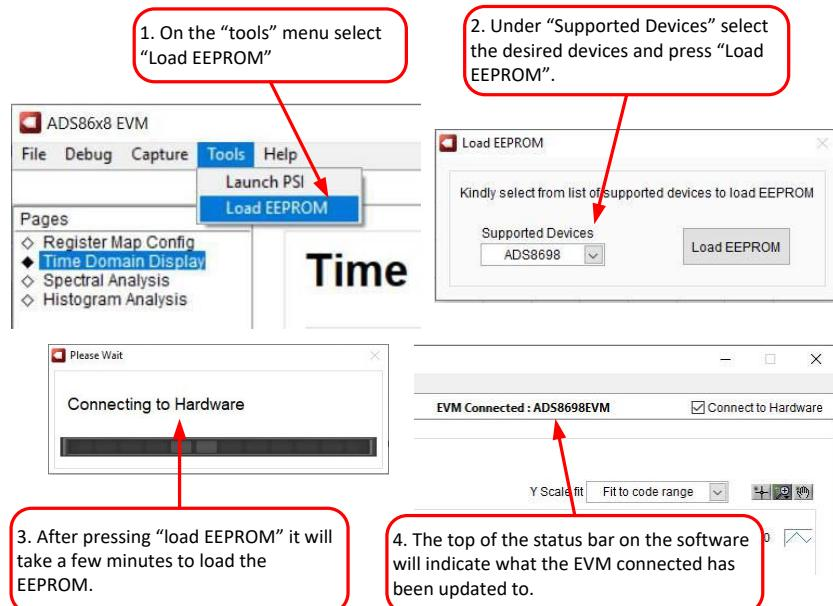

图 7-4. 为新器件配置 EEPROM 和软件
4. 根据当前安装的器件，使用 Tools ( 工具 ) 菜单加载 EEPROM。成功完成此过程后，您将根据硬件上安装的器件在软件更新顶部看到状态栏。相关详细信息，请参阅图 7-4。